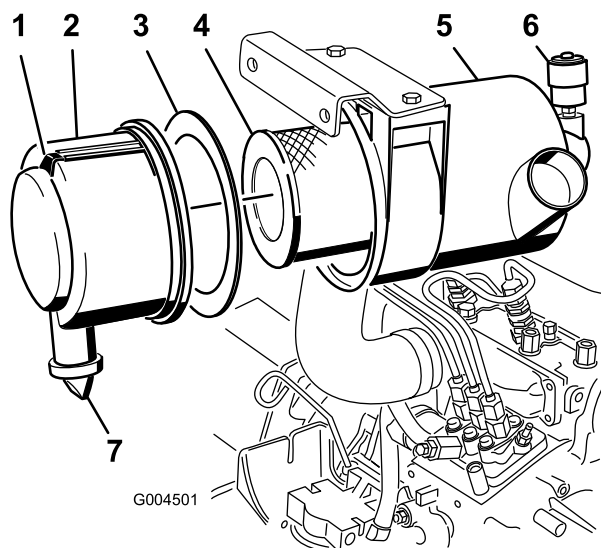

Figura 44
- Effettuate la manutenzione dell'elemento filtrante quando la spia (Figura 44) diventa rossa, oppure ogni 400 ore (più spesso in condizioni estreme di polvere o morchia). Non eccedere nella revisione del filtro dell'aria.
1. Tirate il fermo verso l'esterno e ruotate il coperchio del filtro in senso antiorario (Figura 44).
2. Togliete il coperchio dal corpo del filtro dell'aria (Figura 44).
4. Togliete il filtro primario e sostituitelo (Figura 44).
6. Verificate che la guarnizione in schiuma sintetica sia stata montata nel coperchio e che non sia strappata o danneggiata (Figura 44). Se è danneggiata, sostituirla.
- A. Togliete la valvola di uscita in gomma dal coperchio (Figura 44).
10. Se la spia è rossa, azzerate l'indicatore (Figura 44).